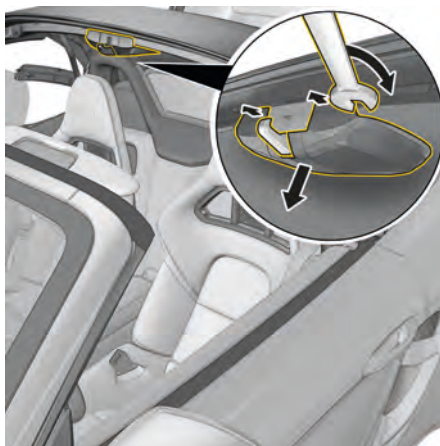

図62：コンバーチブルトップロックカバーの取り外し
2. スパナを使用して、コンバーチブルトップロックのプラスチックカバーを注意深くこじって固定箇所 (図62) から外し、取り外してください。